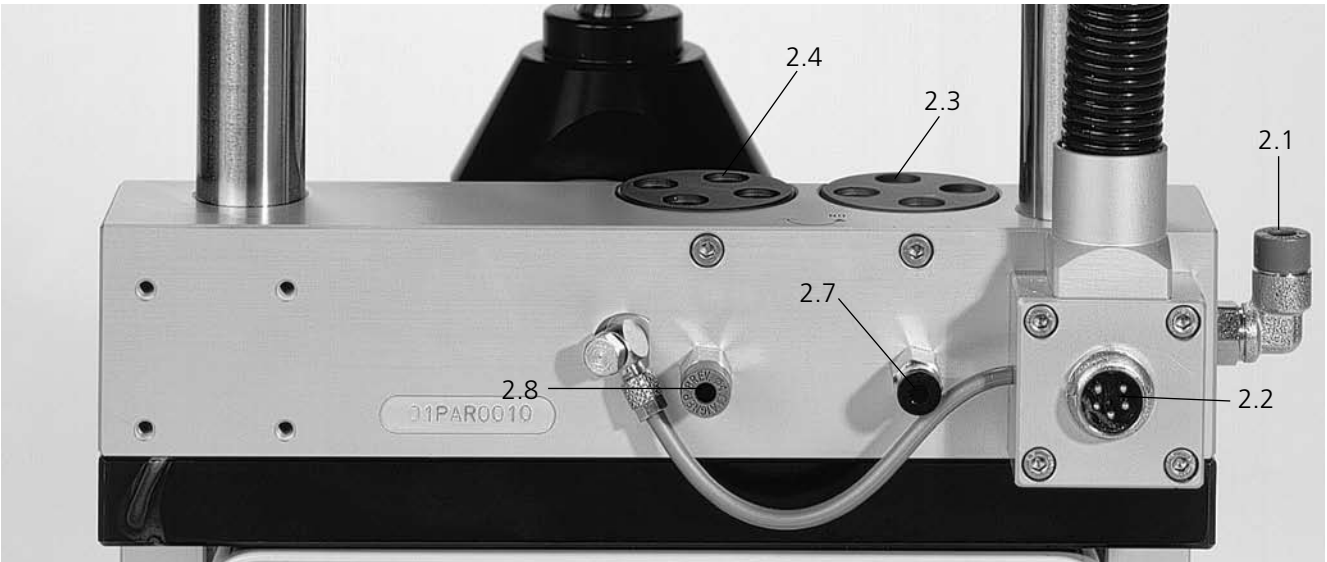

Bild 2: Rückansicht des Fräsgerätes
Stellen Sie das Steuergerät (Bild 1, Pos. 3) unter den Frästisch (Bild 1, Pos. 1) und verbinden Sie mit dem beiliegendem Kabel die Buchse am Steuergerät (Bild 3, Pos. 3.7) mit der Buchse an der Fräsgeräterückseite (Bild 2, Pos. 2.2). Dazu muss jeweils der 5-polige Buchsenstecker eingesteckt und zusätzlich mit der Überwurfmutter verschraubt werden.
- Das Fußpedal besitzt zwei Druckluftschläuche, um die Fräskühlung ein- oder abschalten zu können. Zur Installation die blaue Steckbuchse (Bild 2, Pos. 2.8) am Gerät festhalten und den blauen Druckluftschlauch des Fußpedals einstecken. Die Steckbuchse klemmt den Schlauch automatisch fest, so dass keine weitere Befestigung benötigt wird. Danach die schwarze Steckbuchse (Bild 2, Pos. 2.7) am Gerät festhalten und den blauen Druckluftschlauch mit der schwarzen Markierung einstecken. Die Steckbuchse klemmt den Schlauch ebenfalls automatisch fest.
- Stecken Sie den mitgelieferten blauen Druckluftschlauch (ø 6 mm) in die Steckbuchse an der Seite des Fräsgerätes (Bild 2, Pos. 2.1). Dazu die Steckbuchse am Gerät festhalten und den Druckluftschlauch einstecken. Die Steckbuchse klemmt den Schlauch automatisch fest, so dass keine weitere Befestigung benötigt wird. Zum Lösen der Druckluftverbindung den blauen Ring an der Steckbuchse festhalten und den Druckluftschlauch herausziehen.
Die Grundeinstellung der Luftzufuhr für den Modelltisch wird am roten Druckluftregler (Bild 2, Pos. 2.3) am Säulenträger eingestellt: Der Durchfluss der Druckluft kann durch Rechtsdrehung vermindert oder geschlossen und durch Linksdrehung gesteigert werden.
Mittels des blauen Druckluftreglers (Bild 2, Pos. 2.4) kann die Stärke des Luftstrahls und damit der Druckluftkühlung eingestellt werden.